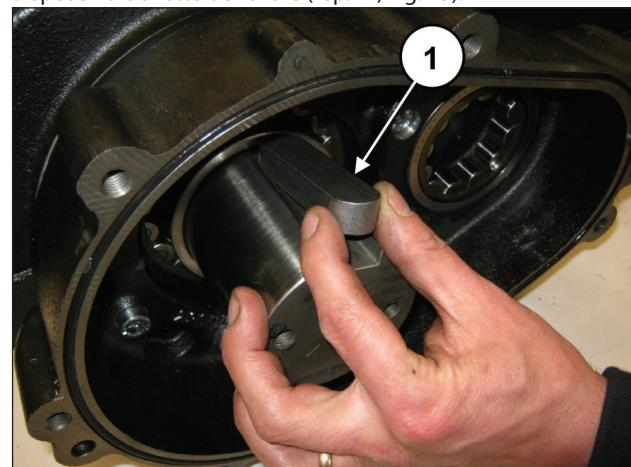

Fig. 15
Déposer la clavette de l'arbre (rep. ①, Fig. 15).